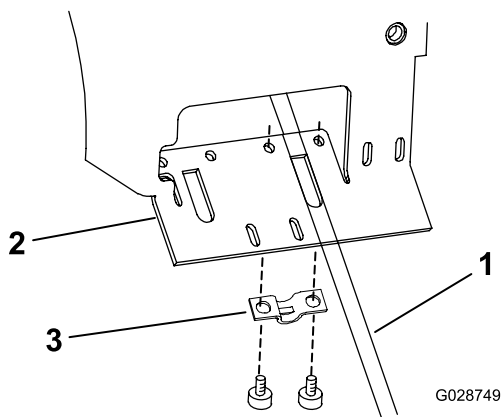

Figure 10
- Fixez le câble de PDF sur la face inférieure du support de leviers avec un étrier et 2 vis autotaraudeuses à tête creuse hexagonale (Figure 10).